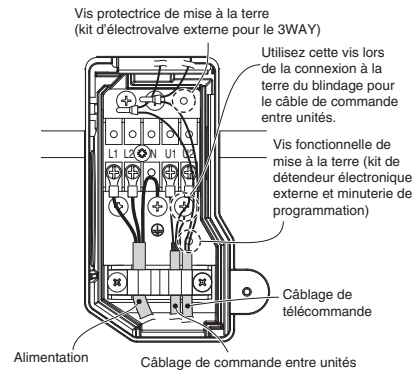

Fig. 3-51
- (4) Acheminer le câblage entre unités depuis l'arrière de l'unité intérieure et tirer vers l'avant de la connexion. (Fig. 3-51)
- (5) Connecter le câblage entre les unités aux bornes correspondantes sur la plaque à bornes (Fig. 3-51) en se servant du schéma de câblage.